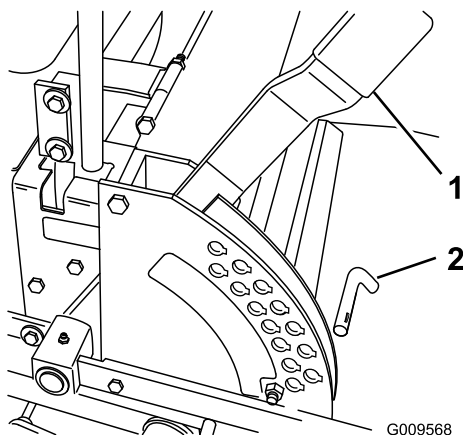

Figura 19
1. Levante la palanca de ajuste de la altura de corte a la posición de transporte, que es también la posición de altura de corte de 5 pulgadas (127 mm) (Figura 19).
2. Para ajustar la altura de corte, retire el pasador del soporte de altura de corte (Figura 19).
3. Seleccione el taladro del soporte de altura de corte que corresponde a la altura de corte deseada, e inserte el pasador (Figura 19).